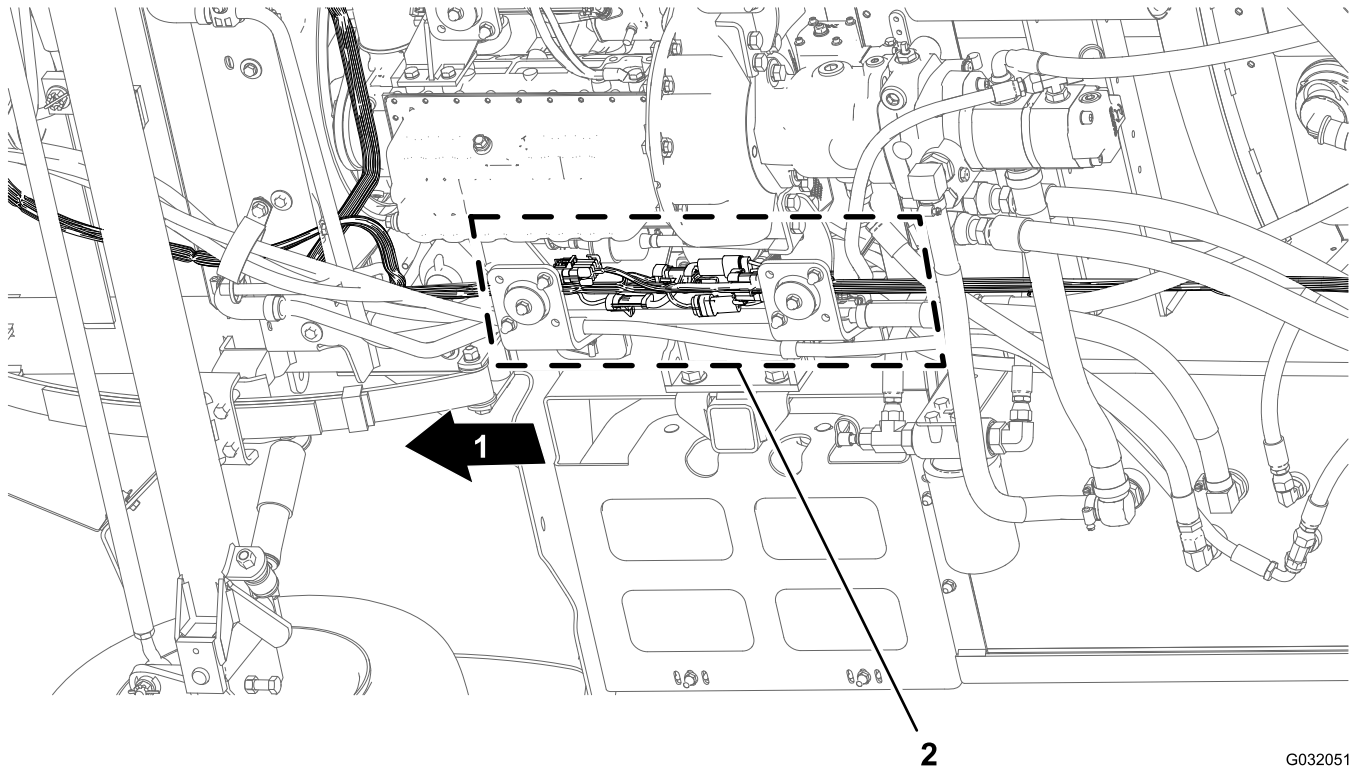

Figura 28
1. Desde debajo de la máquina, en el larguero derecho del bastidor, localice los conectores eléctricos de los arneses de cables delantero y trasero de la máquina (Figura 28).